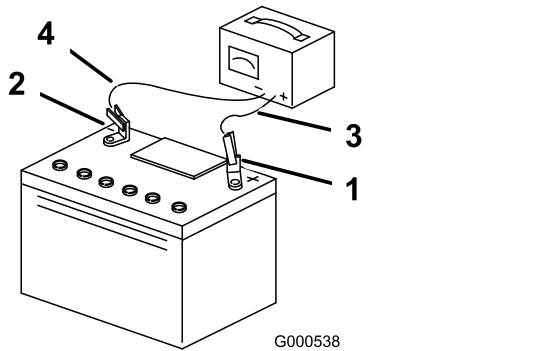

Figura 51
3. Atunci când bateria este complet încărcată, deconectai încărcătorul de la priza electrică, apoi deconectai cablurile încărcătorului de la clemele bateriei (Figura 51).